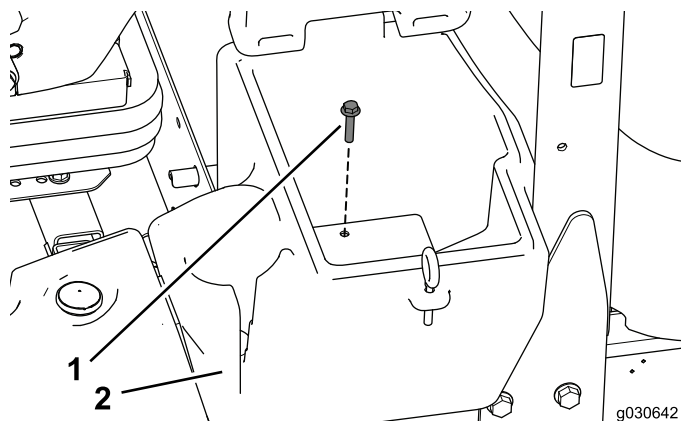

Рисунок 1
1. Отверните с левой стороны машины болт крепления отделения для хранения (Рисунок 1) и отложите его в сторону.